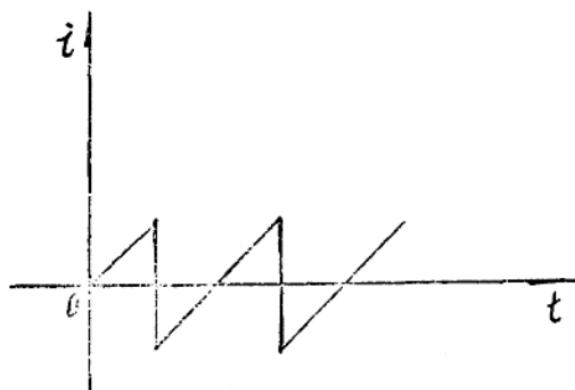

图 1-3 交流电
2. 交流电：电流的大小和方向按一定规律随时间反复交替地变化，则这种电流称交流电，如图1-3。